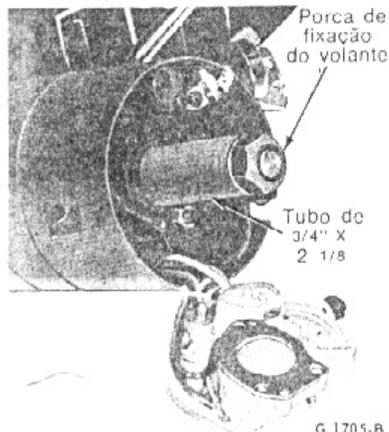

fig. 1 — instalação do rolamento superior
3. Colocar o rolamento e o isolador em posição de montagem na coluna. Quando for instalar um rolamento novo, na mesma árvore do sem-fim, recalcar com um punção o diâmetro das estrias da árvore, para obter um ajuste por interferência com a pista interna do rolamento. Empurrar o rolamento o máximo possível na árvore e, em seguida, colocar um tubo de 3/4" de diâmetro interno por 2 1/8" de comprimento sobre a extremidade do eixo e instalar a porca de fixação do volante (fig. 1). Instalar o anel de trava do rolamento superior, assentando-o com auxílio do tubo e da porca.